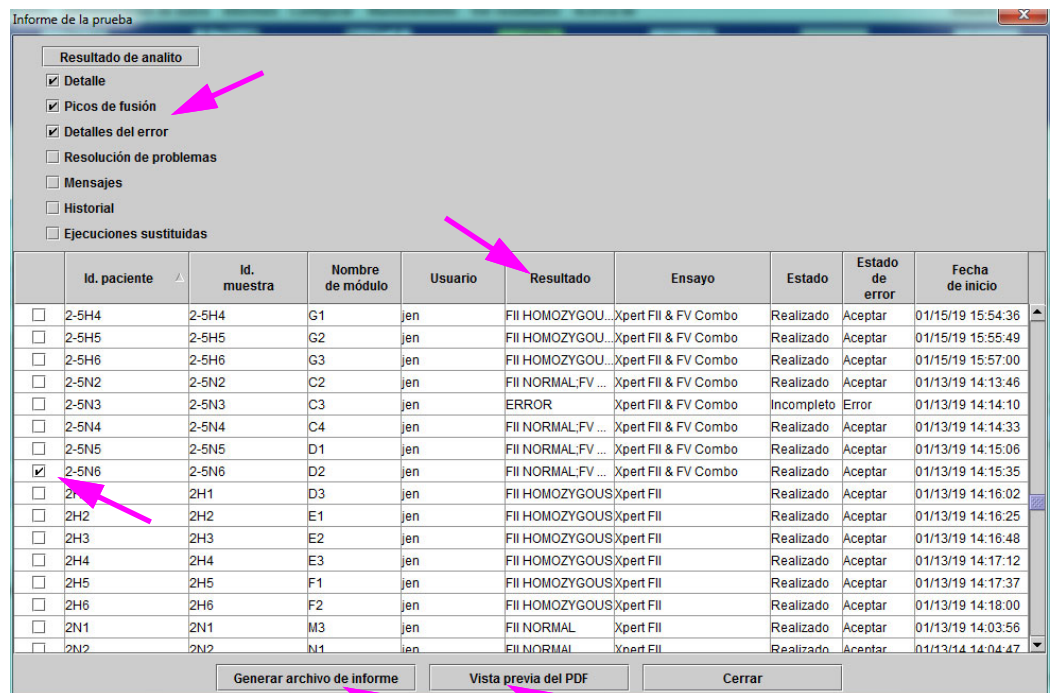

Figura 5-57. Cuadro de diálogo Select Test To Be Viewed (Seleccionar prueba para ver)
- Haga clic en el botón **Generate Report File (Generar archivo de informe)** en el espacio de trabajo Test Report (Informe de la prueba) (consulte la figura 5-57) para crear el archivo PDF del informe de la prueba. Aparecerá el cuadro de diálogo Generate Report File (Generar archivo de informe), que permite guardar el archivo en una ubicación especificada. Haga clic en **Save (Guardar)** cuando haya navegado hasta la ubicación específica.